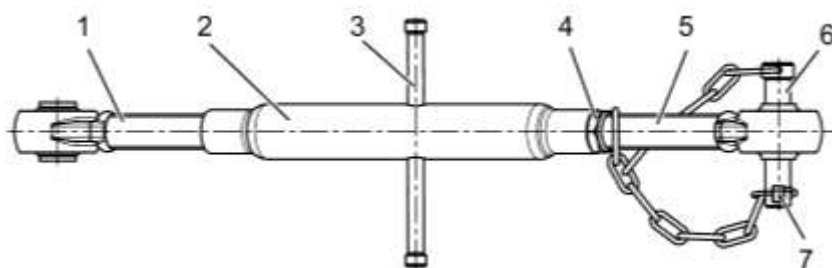

Рисунок 3.3.3 – Верхняя тяга
- отвернуть контргайку 4 (рисунок 3.3.3);